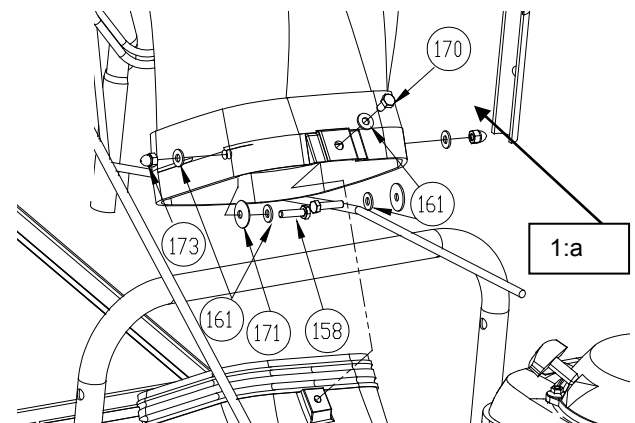

Fig. 2
2. Installera (artikel 170) den mellersta skruven först med en mutter på huset. (Se Fig. 2)
3. Fäst resten av kåpan i huset med motsvarande delar. **OBS:** Du måste sätta på skruven/brickan från inuti kåpan. (Se Fig. 2)